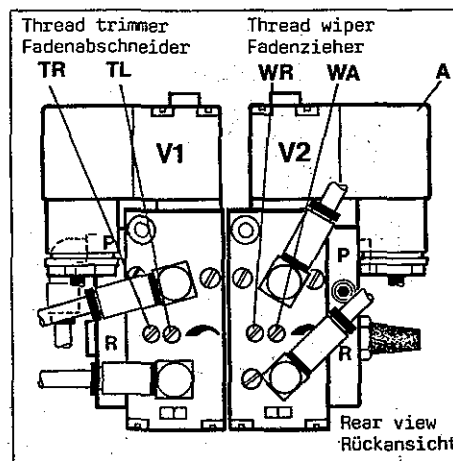
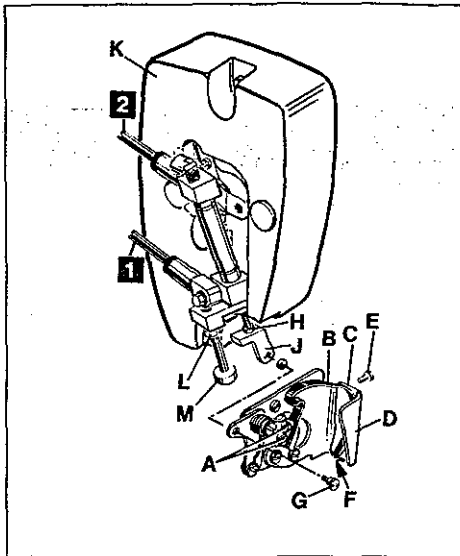
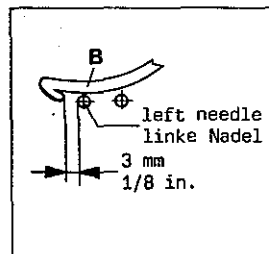
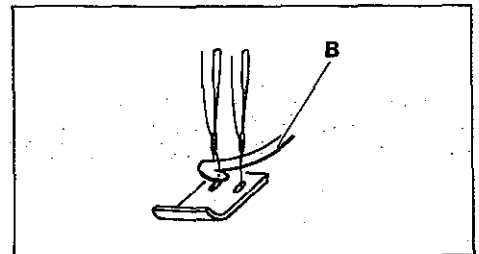

Fig. 51
Fig. 52
Fig. 55
Fig. 54
6.1 Keep power and air supply of thread wiper disconnected by loosening the securing screw and pulling-out plug (A, Fig. 51) on valve (V2) and by disconnecting the PA-tubes (1 and 2, Fig. 52) on the air cylinder of the wiper.
When the hook (B, Fig. 54) returns from left to right it must catch the needle threads and draw them to leaf spring (C, Fig. 52) for clamping.
For adjustment loosen screws (A, Fig. 52), set as required and retighten screws.
6.2 The wiper hook (B, Fig. 52) and leaf spring (C) for clamping the needle threads should be approximately flush at point (F) when the hook (B) is in its right end position.
After loosening screw (E, Fig. 52) set the lower end of leaf spring flush to the lower edge of bracket (D) at point (F). Retighten screw (E).
For adjustment of hook (B, Fig. 52) loosen screw (G) and nut (H) and screw stop (J) in or out as required. Retighten nut (H) and reconnect wiper with screw (G).
6.1 Trennen Sie den Fadenzieher von der Strom- und Luftzufuhr durch Lösen der Sicherungsschraube und herausziehen des Steckers (A, Fig. 51) am Ventil (V2) und durch Lösen der PA-Schläuche (1 und 2, Fig. 52) am Luftzylinder des Fadenziehers.
Wenn der Haken (B, Fig. 54) von links nach rechts zurück schwenkt muß er die Nadelfäden mitnehmen und zum Festklemmen zur Blattfeder (C, Fig. 52) ziehen.
Zur Einstellung lösen Sie die Schrauben (A, Fig. 52), stellen entsprechend ein und ziehen die Schrauben wieder an.
6.2 Der Haken für Fadenzieher (B, Fig. 52) und die Blattfeder (C) zum Klemmen der Nadelfäden müssen in der rechten Endstellung des Hakens (B) im Punkt (F) in etwa bündig sein.
Stellen Sie nach Lösen der Schraube (E, Fig. 52) das untere Ende der Blattfeder (C) bündig zur unteren Kante des Halters (D) bei Punkt (F). Ziehen Sie die Schraube (E) wieder an.
Zur Einstellung des Hakens (B, Fig. 52) lösen Sie die Schraube (G) und die Mutter (H) und schrauben den Anschlag (J), nach Bedarf ein oder aus. Ziehen Sie die Mutter (H) wieder an und verbinden Sie den Fadenzieher wieder mit der Schraube (G).
6.2 Stop screw (M, Fig. 52) limits the motion of the wiper hook to the left. Loosen nut (L) and set the stop screw (M) so that stop (J) strikes against it when the wiper hook (Z, Fig. 55) is 3 mm (1/8 in.) left of the left needle. Retighten nut (L, Fig. 52).
HINT: For disassembling head cover (K, Fig. 52) remove screw (G), the two head cover fastening screws and disconnect PA-tubes (1 and 2).
The speed for the movement of the thread trimmer mechanism to the left for cutting is regulated with screw (TL, Fig. 51) and the speed for the movement to the right in home position is regulated with screw (TR) on valve (V1).
The speed for the movement of the wiper hook to the left is regulated with screw (WL, Fig. 51) and the movement to the right in home position is regulated with screw (WR) on valve (V2).
6.2 Die Anschlagsschraube (M, Fig. 52) begrenzt den Weg des Hakens für Fadenzieher nach links. Lösen Sie die Mutter (L) und stellen Sie die Anschlagsschraube (M) so, daß der Anschlag (J) an ihr anschlägt, wenn der Haken für Fadenzieher (Z, Fig. 55) 3 mm links der linken Nadel steht. Ziehen Sie die Mutter (L, Fig. 52) wieder an.
HINWEIS: Entfernen Sie zum Abnehmen des Kopfdeckels (K, Fig. 52), die Schraube (G) sowie die beiden Kopfdeckel-Befestigungsschrauben und lösen Sie die PA-Schläuche (1 und 2).
Die Geschwindigkeit für die Bewegung des Fadenabschneidermechanismus nach links zum Schneiden wird mit der Schraube (TL, Fig. 51) und für die Bewegung nach rechts in die Ruhestellung mit der Schraube (TR) am Ventil (V1) reguliert.
Die Geschwindigkeit für die Bewegung des Hakens für Fadenzieher nach links wird mit der Schraube (WL, Fig. 51) und für die Bewegung nach rechts in die Ruhestellung mit der Schraube (WR) am Ventil (V2) reguliert.